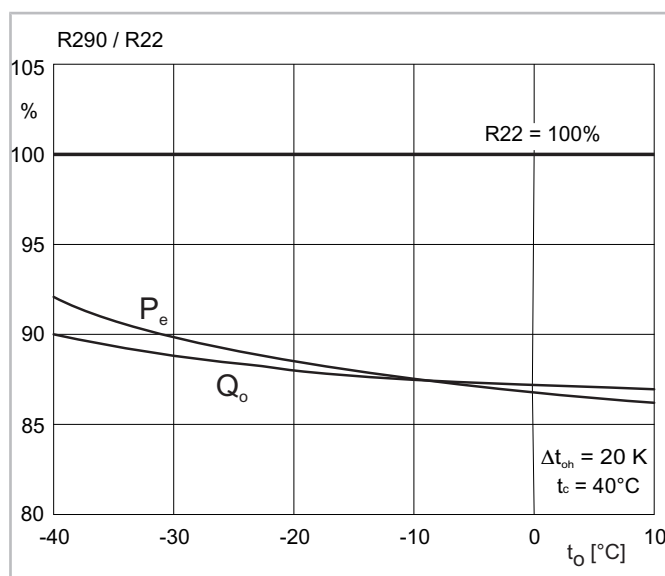
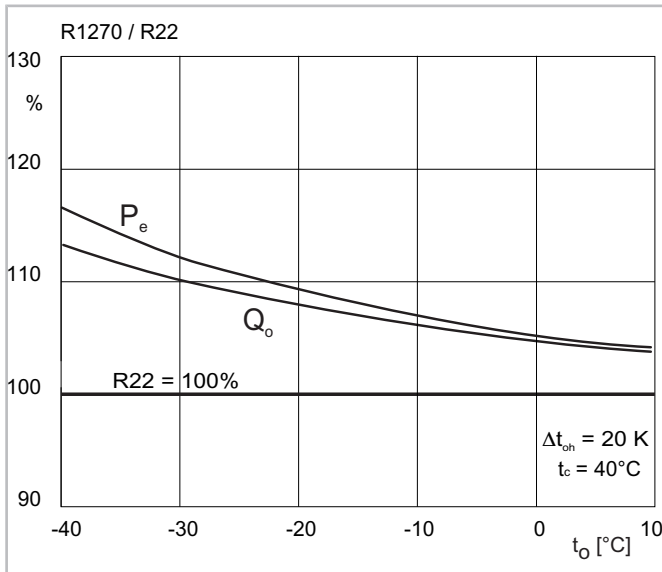

Abb. 7: Leistungsvergleich R290/R22 bei sauggasgekühlten halbhermetischen Hubkolbenverdichtern
Abb. 8: Leistungsvergleich R1270/R22 bei sauggasgekühlten halbhermetischen Hubkolbenverdichtern
- Hinsichtlich der Leistungszahlen (COP) unterscheiden sich R290 und R1270 nur geringfügig von R22 (siehe Abbildung 7, Seite 11 und siehe Abbildung 8, Seite 12) und sind somit bei Normal- und Klimakühlung günstiger als R404A/R507A.